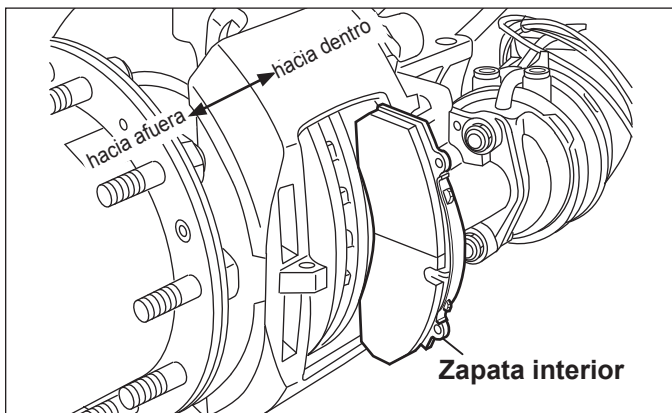

FIGURA 38 - CÓMO QUITAR LAS ZAPATAS
5.2.9 Consulte la figura 38. Desplace la mordaza completamente hacia dentro y quite la zapata interior, luego desplace la mordaza completamente hacia fuera y quite la zapata exterior.